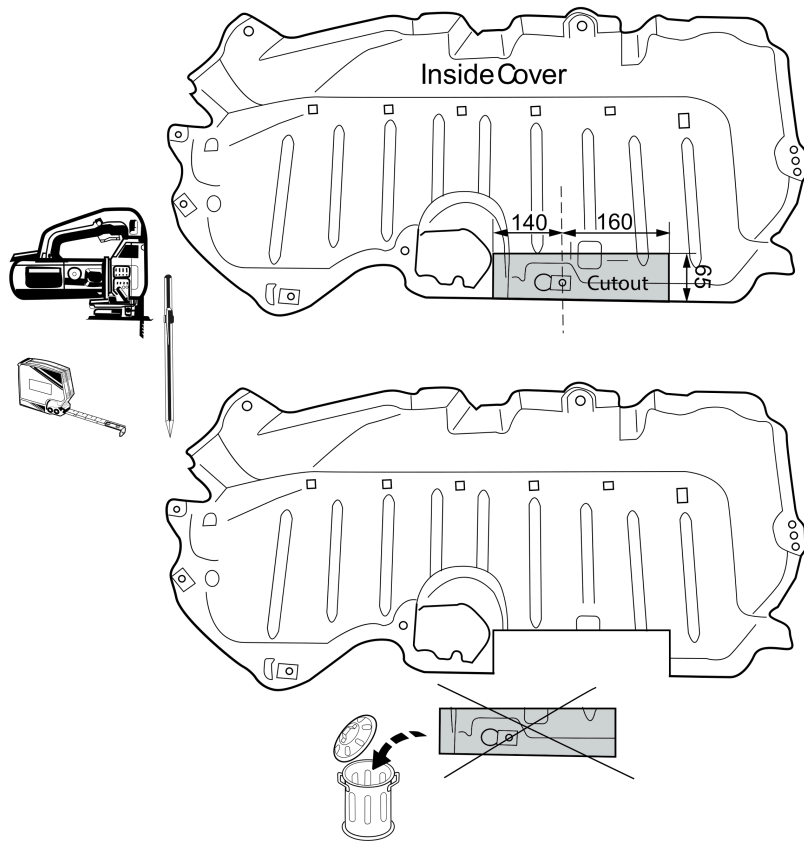

Fig. 3
11. Выпилить часть из пластмассового защитного колпака в середине снизу, как указано на рис. 3.